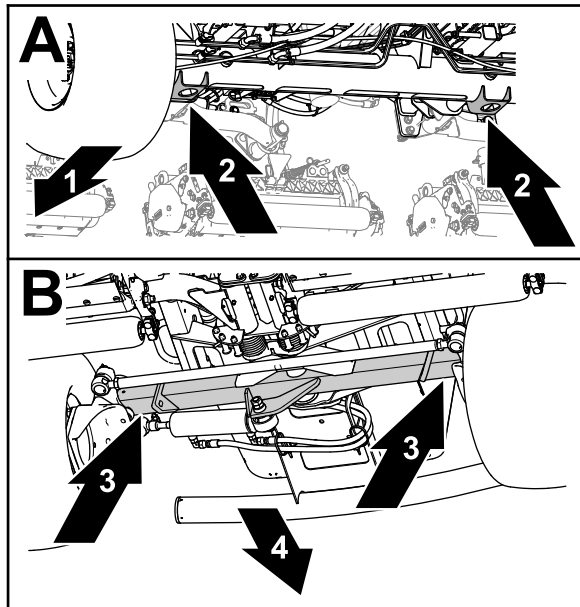

Figure 65
- Avant – supports de cric du tube d'essieu avant (Figure 65).